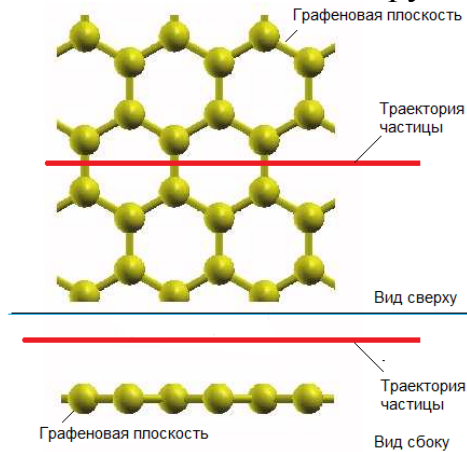
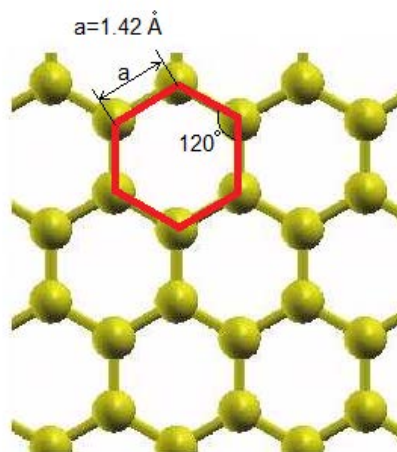

Рис.1
Рис. 2
14. Вычислите частоту воздействия атомов графеновой плоскости на частицу летящую параллельно ее поверхности на малом расстоянии от нее, как показано на Рис. 1 (учитывать только взаимодействие с ближайшими атомами
углерода), при условии, что графеновая плоскость представляет собой решетку состоящую из правильных шестиугольников (Рис.2) длина стороны которых составляет 1.42 А ($1\text{А}=10^{-10}\text{м}$), а скорость движения частицы равна 4 А/пс, ($1\text{ пс} = 10^{-12}\text{ с}$). Ответ записать в ТГц и округлить до тысячных.
20. Геккон – ящерица, способная передвигаться по вертикальным поверхностям (Рис. 1) и даже по потолку. Все это происходит благодаря устройству подошвы ее лап (Рис. 2 А). Кожа подошв покрыта мельчайшими щетинками диаметром около 100 мкм (Рис. 2 Б, В), которые на концах разветвляются на еще более мелкие щетинки (400 – 1000 штук) (Рис. 2 Г), каждая из которых оканчивается треугольной лопаточкой (Рис. 2 Д) шириной около 0,2 мкм (или 200 нм). Такие лопаточки обеспечивают сцепление с любой даже очень гладкой поверхностью за счет слабых межмолекулярных Ван-дер-Ваальсовых сил. Считая, что плотность щетинок составляет 1,5 млн. на 1 см² поверхности подошвы геккона, а лопаточка на конце представляет собой равносторонний треугольник рассчитать эффективную площадь развиваемую поверхностью подошвы в 1 см². Выразите ответ в мм², ответ округлите до тысячных.
21. Геккон – ящерица, способная передвигаться по вертикальным поверхностям (Рис. 1) и даже по потолку. Все это происходит благодаря устройству подошвы ее лап (Рис. 2 А). Кожа подошв покрыта мельчайшими щетинками диаметром около 100 мкм (Рис. 2 Б, В), которые на концах разветвляются на еще более мелкие щетинки (400 – 1000 штук) (Рис. 2 Г), каждая из которых оканчивается треугольной лопаточкой (Рис. 2 Д) шириной